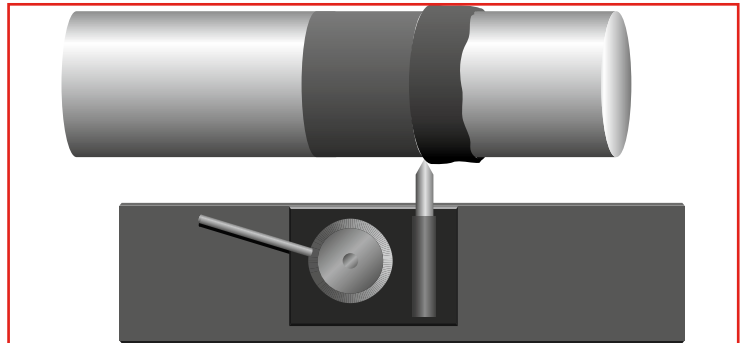

Figura 18. Maquine la flecha y el epóxico a las dimensiones originales.
**4. Maquine la reparación** a las dimensiones requeridas usando la guía siguiente. (Vea la figura 18).